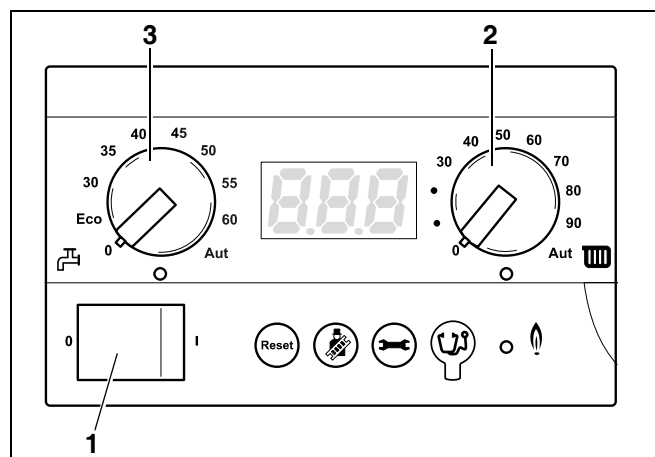

Fig. 17 Contrôleur de base BC10
- Relever à nouveau la pression de l'installation sur le manomètre analogique ou sur l'écran du BC10 (fig. 17). Si la pression est inférieure à 1,0 bar, il faut répéter le processus de remplissage et de purge décrit ci-dessus jusqu'à atteindre la pression souhaitée et jusqu'à dégager l'air entièrement de l'installation de chauffage.
- Tourner les deux boutons du contrôleur de base BC10 (fig. 17, **pos. 2** et **pos. 3**) dans la position souhaitée (voir chapitres 4.2.1 et 4.2.2, à partir de la page 13).
- Enclencher l'interrupteur principal (fig. 17, **pos. 1**) sur le BC10 (position "1").
- Régler avec le bouton rotatif de température d'eau de chaudière maximale (fig. 17, **pos. 2**) la température souhaitée selon le tableau 3.